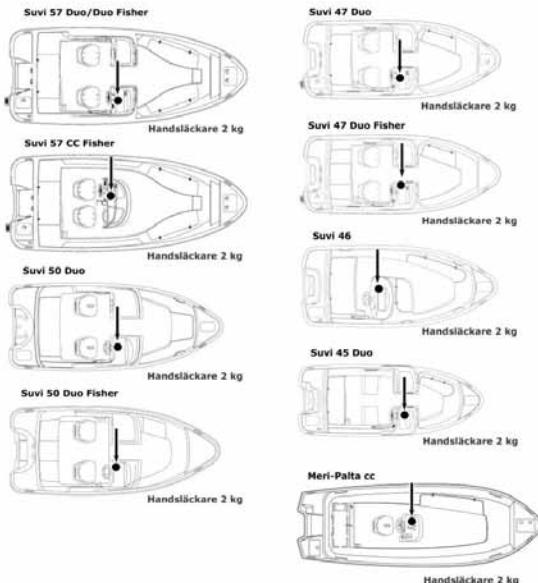

Bild 8. Handsläckarnas placering och storlek
SUVI 57 CC FISHER, 57 DUO, 57 DUO FISHER, 50 DUO FISHER, 50 DUO, 47 DUO, 47 DUO FISHER, 46, 45 DUO och MERI-PALTA CC är utrustad med en 2 kg pulverfyld handsläckare. Handsläckarnas minsta godkända effektklass är 8A 68B. Släckaren är placerad vid båtförarens fotutrymme på vänstra sidan enligt bild 8.
- 3) Brytarpanel (Se bild 8)